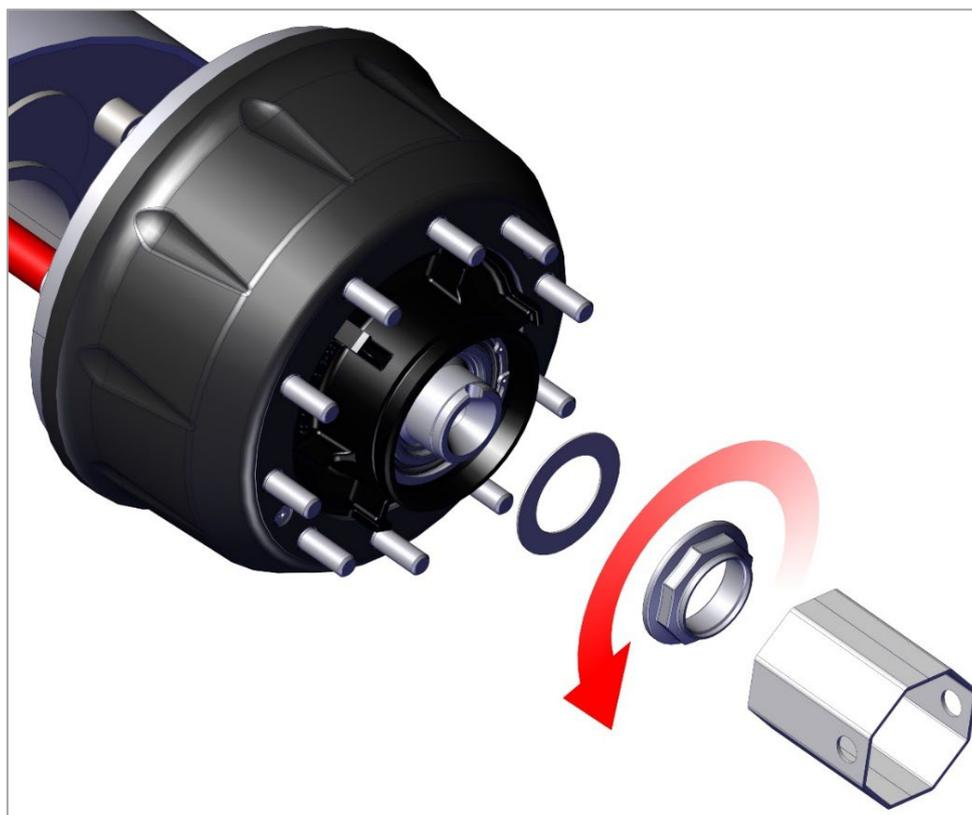

Рис. 10.1. Снятие гайки подшипников
2) отверните гайку подшипников ступицы и снимите упорную шайбу (рис. 10.1).